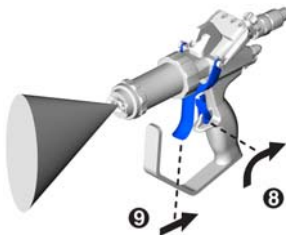

FIG. 29
9. Desenganche el seguro de gatillo de la pistola. Consulte FIG. 29.
10. Oprima el gatillo para comenzar a suministrar. Consulte FIG. 29.